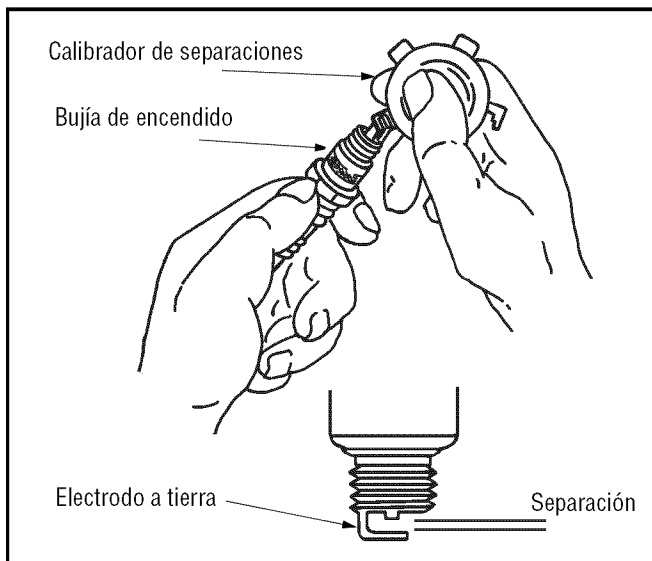

Figura 14
- Inspeccione la separación utilizando un calibrador de separaciones y ajuste, de ser necesario doblando con mucho cuidado el electrodo con conexión a tierra. Vea la Figura 14. Ajuste la separación de la bujía a 0,030 pulgadas (0,76 mm).